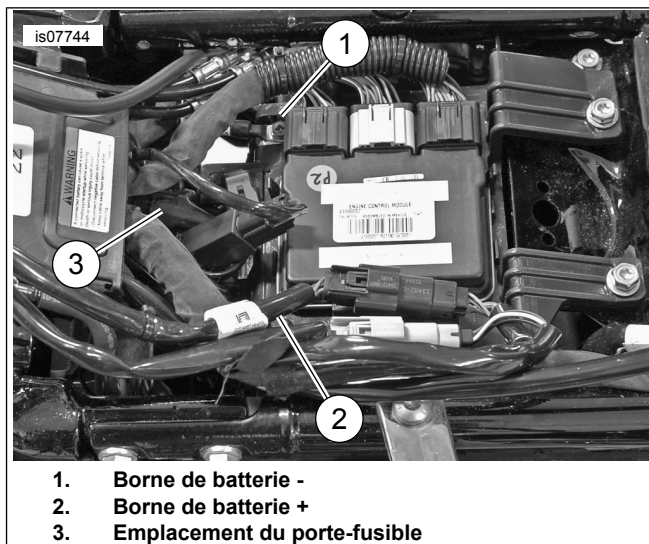

Figure 9. Connexion de la batterie
8. Voir Figure 9 . Installer le couvercle de passage de fil. Mettre un capuchon sur tout connecteur côté mâle inutilisé avec 72632-10 ; fourni avec 692000478 [313] ou venant du connecteur de faisceau de carénage de série [162] sur les modèles FLHX.